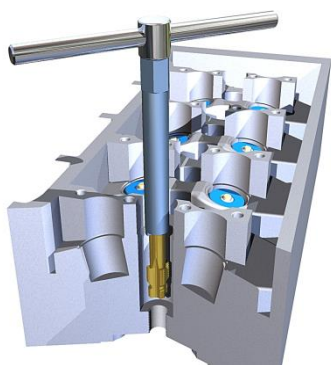

Рис. 1
2. Установите ступенчатый метчик (2) в держатель метчиков (3).
3. Установите ступенчатый метчик (2) в повреждённую резьбу свечного отверстия.
4. Закручивайте метчик в повреждённую резьбу до тех пор, пока внешний конец ступенчатого метчика (2) не выйдет из резьбы примерно на 5 мм (см. рис. 1). Таким образом, за одну операцию старая резьба будет удалена и будет нарезана новая.